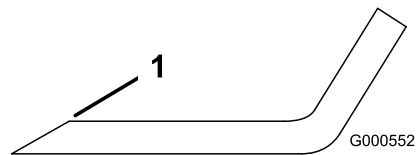

Bild 64
1. Schärfen Sie die Schnittkante an beiden Enden des Schnittmessers mit einer Feile (Bild 64).
Hinweis: Feilen Sie, wenn das Schnittmesser nicht ausgewuchtet ist, vom Flügelbereich des Messers etwas Metall ab (Bild 64).